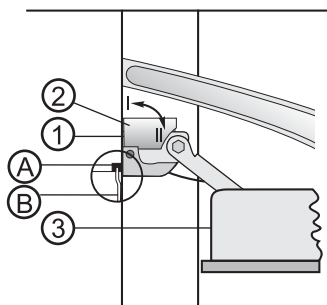

рис.25
- Для лучшего доступа к камере духовки и для очистки, возможно изъятие дверцы духовки 3 (см. рис. 25). Для этой цели, следует установить предохранительный элемент 2, установленный в петле 1 - в положение "I". Дверцу слегка приподнять и изъять по направлению вперед на угол 45° от горизонтали.